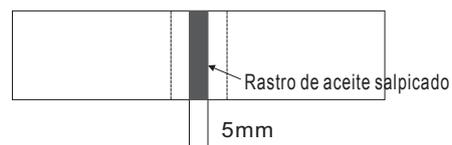

Fig.8
## 5 Ajuste de la masa de aceite del gancho giratorio (Fig. 6, Fig. 7, Fig. 8)
2) Insertar el papel especial de confirmación de la masa de aceite cuando la máquina de coser está girando (las operaciones detalladas se describen en la Fig. 8).
1) La muestra de guía mostrada en la figura de la derecha (ver Fig. 8) puede ajustarse con precisión (aumentarse o reducirse) según los diferentes procesos de costura; sin embargo, debe evitarse un aumento o reducción excesivos. Una masa de aceite demasiado pequeña puede provocar el calentamiento del gancho giratorio, y una masa de aceite demasiado grande puede contaminar los materiales de costura.